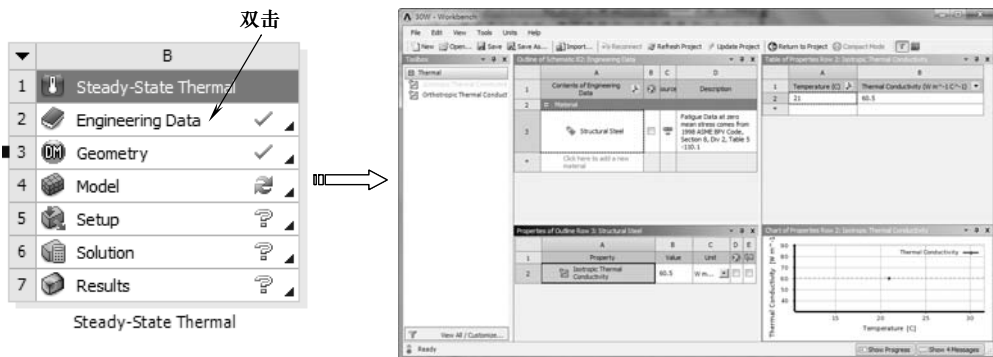

图 12-65 双击【Engineering Data】选项
1) 双击项目 B 中的 B2 栏的【Engineering Data】项, 进入图 12-65 所示的材料参数设置界面。